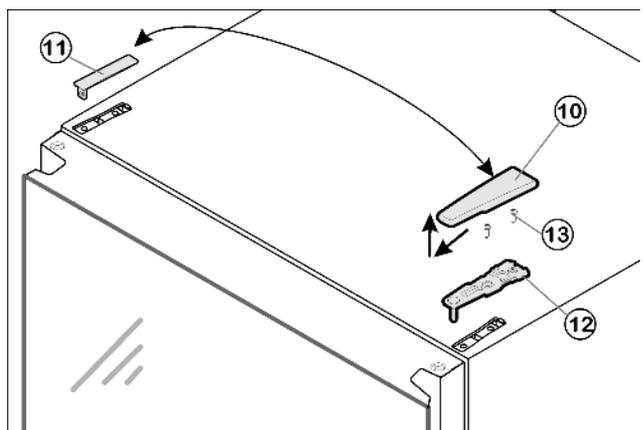

Fig. 10
- ▶ Abdeckung Fig. 10 (10) nach vorne und oben abziehen.
- ▶ Abdeckung Fig. 10 (11) abheben.
- ▶ Oberen Lagerbock Fig. 10 (12) abschrauben (2 mal Torx 25) Fig. 10 (13) und nach oben abziehen.
- ▶ Oberen Lagerbock Fig. 10 (12) auf der neuen Scharnierseite in die Tür einsetzen.
- ▶ Oberen Lagerbock Fig. 10 (12) **fest (mit 4 Nm)** anschrauben (2 mal Torx 25) Fig. 10 (13). Schraublöcher evtl. vorstechen oder Akkuschrauber verwenden.
- ▶ Abdeckung Fig. 10 (10) und Abdeckung Fig. 10 (11) jeweils auf der Gegenseite aufrasten.